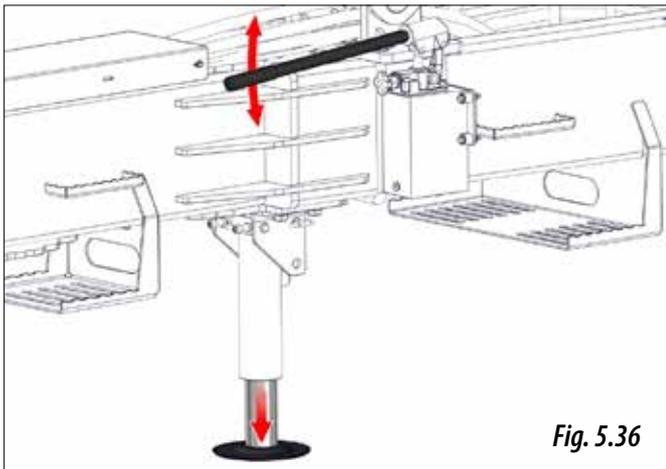

Fig. 5.36
- 3- Ajustar la altura del pie actuando sobre la palanca (Fig. 5.36).